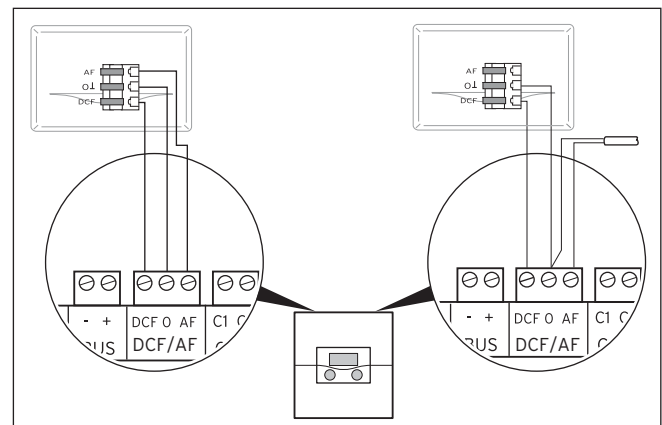

Fig.5.42 Raccord du récepteur DCF
- Câblez le récepteur DCF conformément à la **fig. 5.42**.